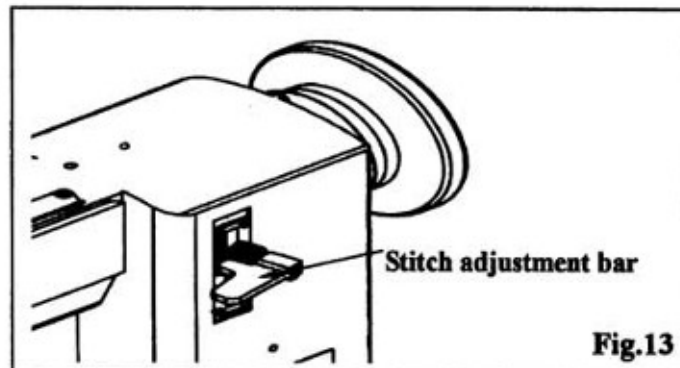

Fig.13
11、 STITCH LENGTH & REVERSING LEVER (Fig.13)